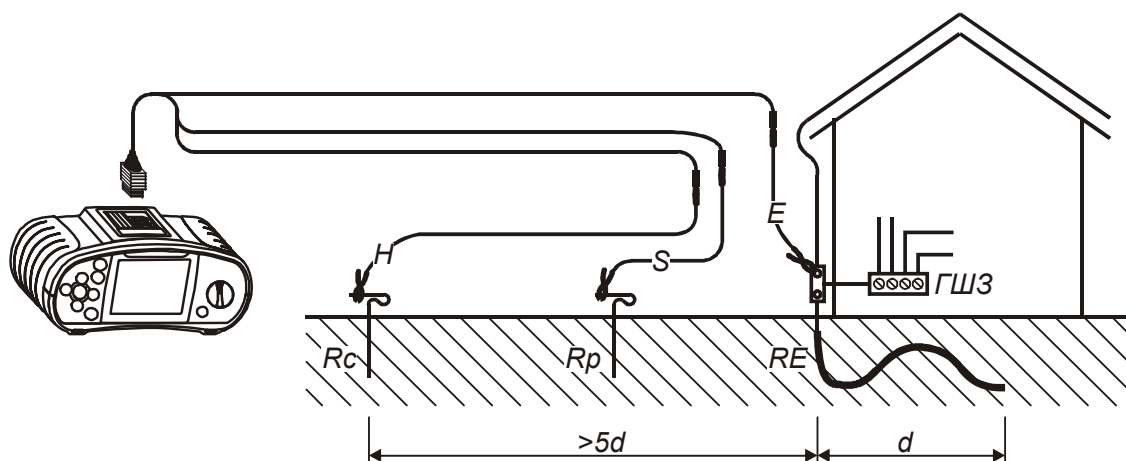

Рисунок 5.47: Подключение стандартных измерительных проводов (20 м)
- Потенциальный зонд (S) размещается между заземлителем (E) и вспомогательным токовым зондом (H) на контрольном участке грунта (см. рисунок 5.47).
- Расстояние от заземлителя (E) до вспомогательного токового зонда (H) должно составлять, по крайней мере, пятикратную величину глубины заземляющего электрода или длины полосового электрода.